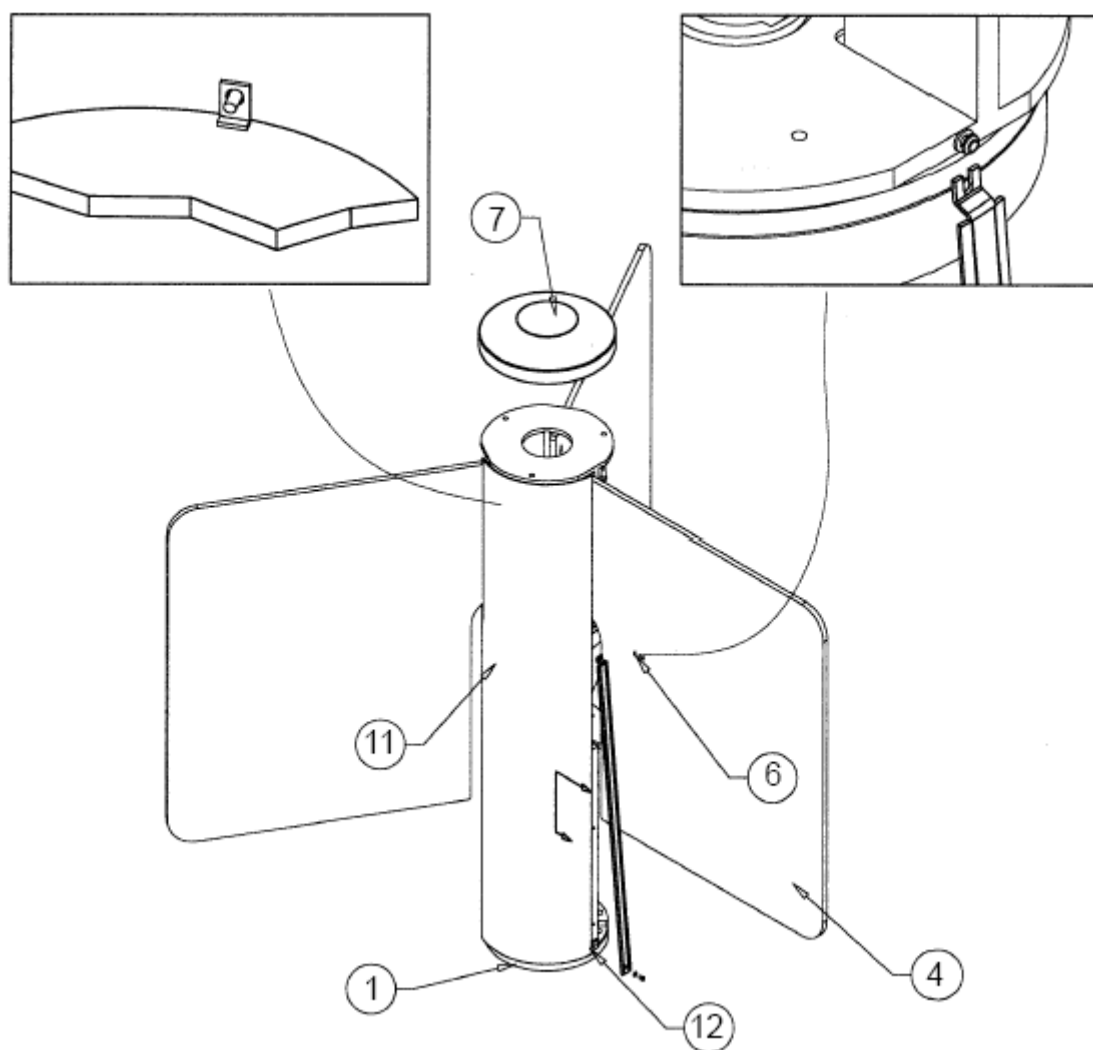

Рис. 5.3 Облицовочные детали
6. Закрепите 3 винта (M4 x 8 Butt Head) в плите основания стойки как показано на рис. 5.3.